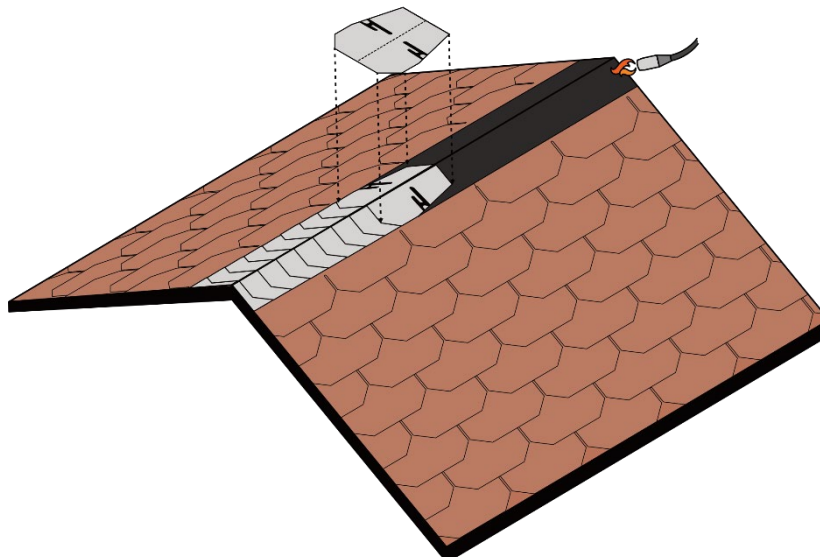

Fig. 19 - Installazione elementi colmo a fiamma
- Applicare sul colmo una fascia di membrana bituminosa Safety EPP a fiamma - Fig. 19.
- Procedere con la posa degli altri elementi colmo in sequenza, lasciando una parte esposta di 9cm tra un elemento e quello successivo, vedi Fig. 19.